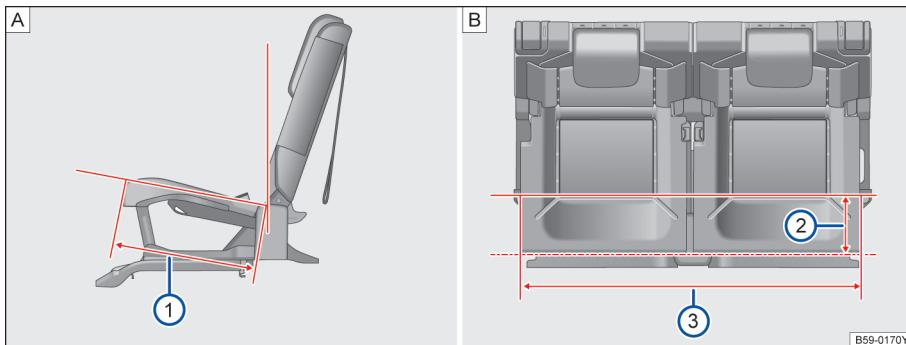

图 106 第三排座椅座宽和坐垫深
=455.5mm→图 106[A]①。
如图→图 106[B]在距离第三排座椅边缘 150mm
时→图 106[B]②, 座垫宽度为
1060mm→图 106[B]③。